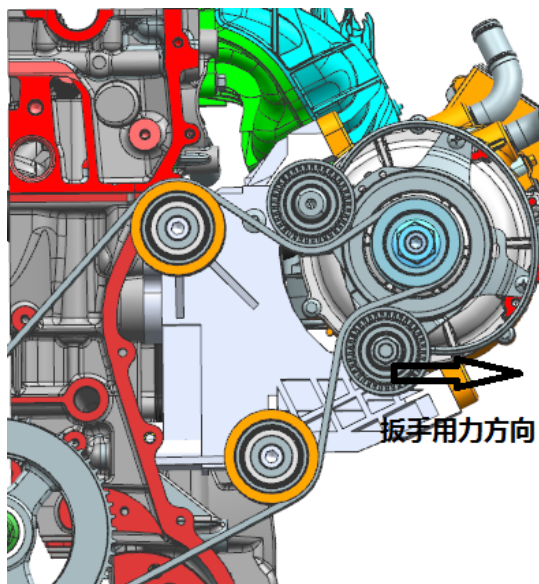
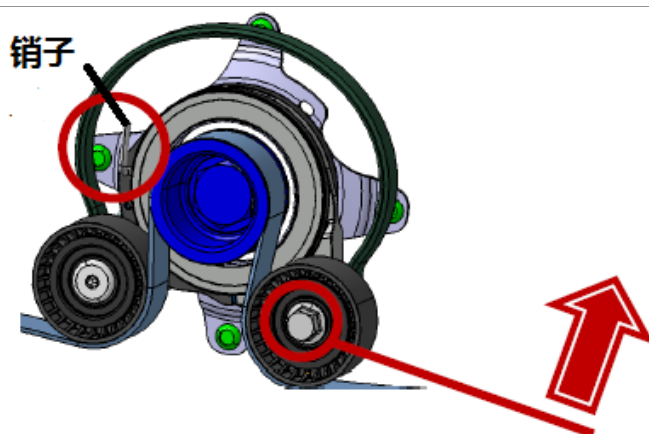
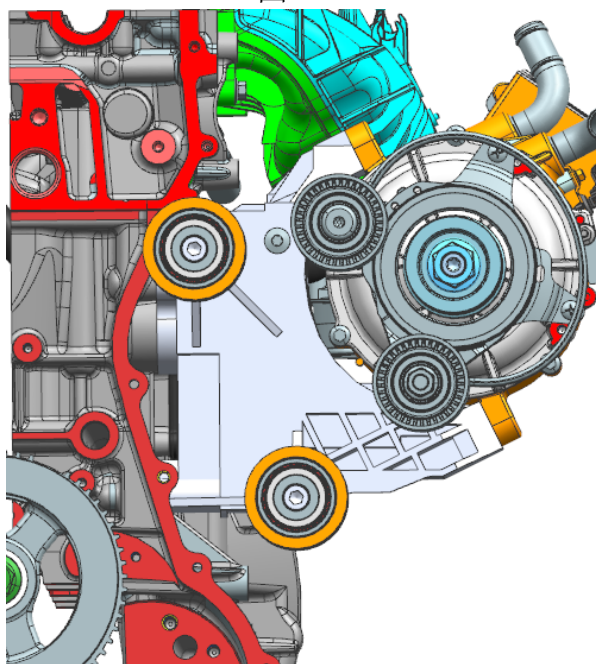

图2.9
图2.10
图2.11
步骤⑥用扳手将张紧器轮向图示方向旋转张紧器（如图 2.9），旋转 to 如图 2.10 位置将销子插上、锁止，把皮带取下来（如图 2.11）。